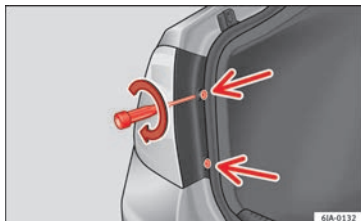

Fig. 103 Montar a unidade traseira.
- Com a chave de fendas fornecida ou uma chave Torx 20 (T20) aparafusar (girando para a direita » **Fig. 103**) os dois parafusos de fixação da zona frontal do farolim.